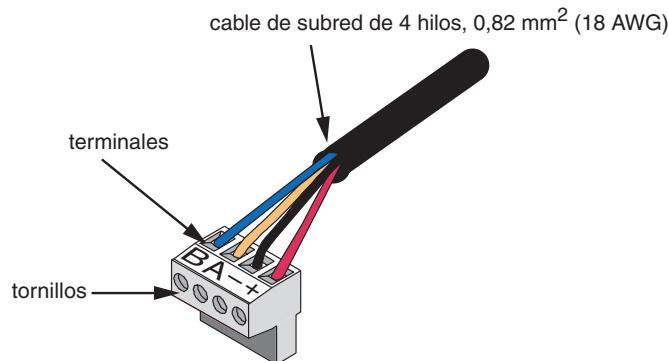

Figura 4: Instalación de los hilos del enchufe del conector de la subred
3. De la misma manera, sujetese los hilos en los otros tres terminales A, - y + (vea la Figura 4).